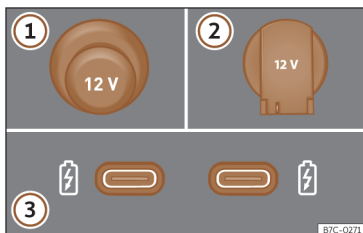

Fig. 148 Tomadas de corrente de 12 Volts do veículo
>>> Fig. 148
Em função do equipamento e do país, o veículo pode dispor também de conectores USB com função **exclusivamente de carga ou tomada de corrente** >>> **Fig. 148 ③**.